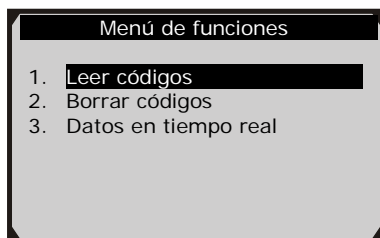
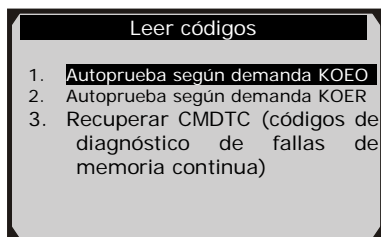

Figura 5.23
Figura 5.24
En la pantalla **Menú de funciones** (Figura 5.23), seleccione **Leer códigos**. Se mostrará la pantalla de menú **Leer códigos**. (Figura 5.24)
1. Con la pantalla **Menú de funciones** a la vista (Figura 5.23), haga clic en **Borrar códigos**. El escáner mostrará un mensaje de instrucciones.